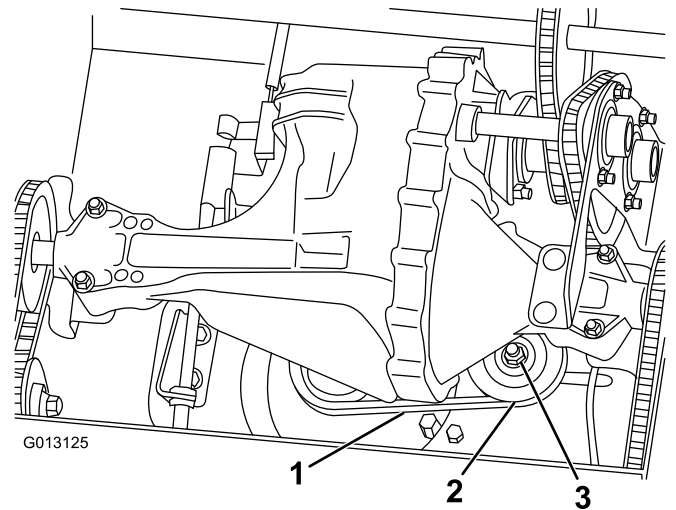

Figure 29
- Exercez une charge de 9 kg (20 lb) sur un brin de la courroie d'entraînement (Figure 29).
- Desserrez l'écrou de fixation de la poulie de tension (Figure 29).